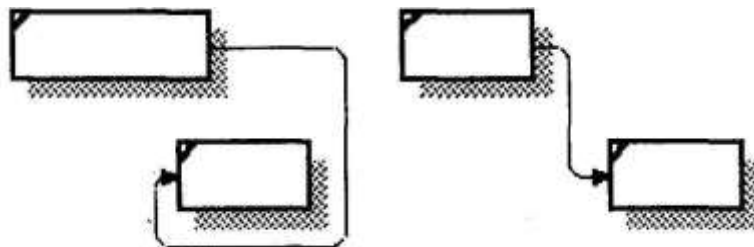

Рис. 11.5. Приклад правильного (праворуч) і неправильного (ліворуч) розташування робіт при зображенні зв'язку по входу
- Якщо потрібно зобразити зв'язок по входу, необхідно уникати «нависання» робіт одної над іншою. У цьому разі VPwin зображує зв'язки по входу у вигляді петлі, що робить складнішим читання діаграм (рис. 11.5).